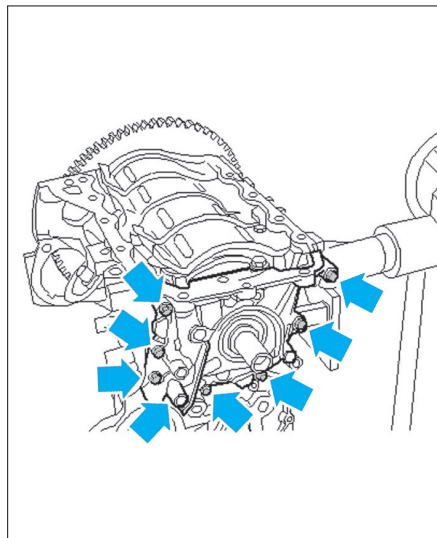

Fig. 17
- les vis de fixation de la pompe à huile et la dégager (Fig.17).